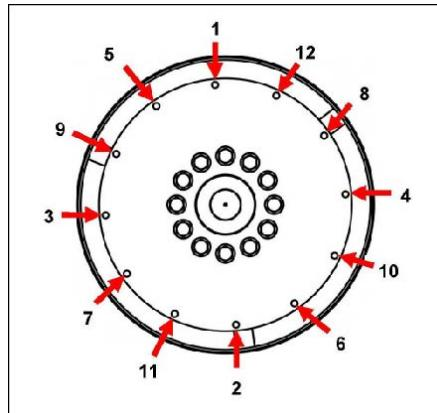

FIGURA 18. SEQUÊNCIA DE FIXAÇÃO
10. Retire as cavilhas-guia. Monte os parafusos de acoplamento utilizando anilhas de grande calibre por debaixo das cabeças. Aperte os parafusos para fixar o disco de acoplamento ao volante do motor, de acordo com a sequência ilustrada em Figura 18 na página 38.